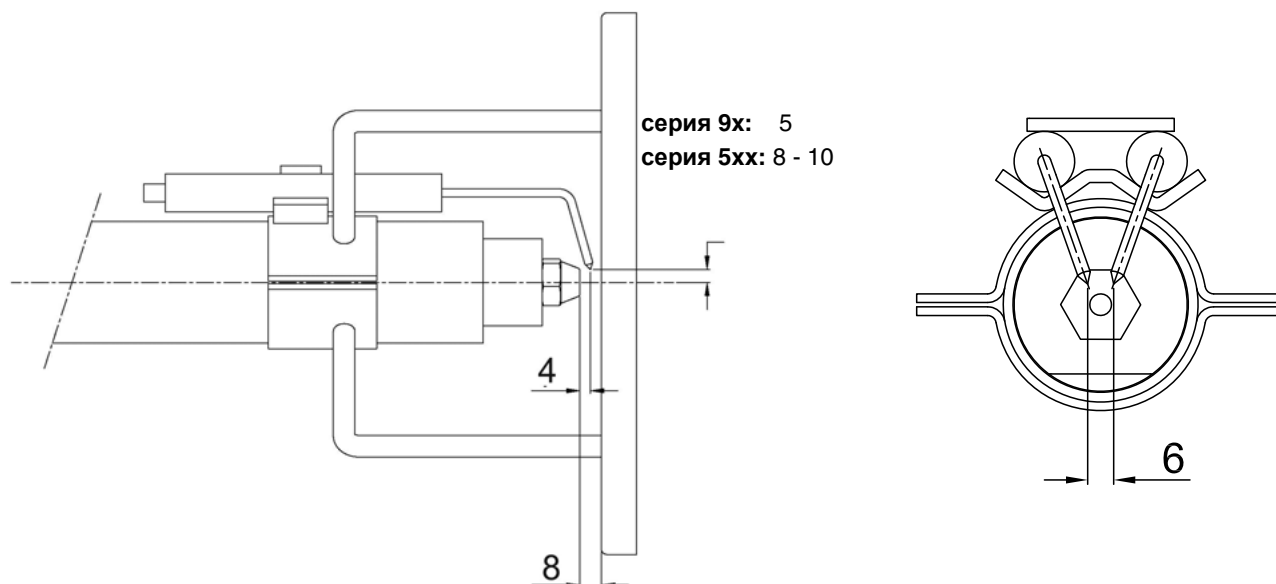

Рис. 29
- Проверить запальные электроды и соответствующие керамические изоляторы, почистить, при необходимости подрегулировать или же заменить их Рис. 29-Рис. 25;
В целях обеспечения хорошего процесса горения, необходимо, чтобы были выдержаны размеры (мм), указанные в Рис. 29. Перед тем, как вновь устанавливать головку сгорания на место, необходимо убедиться в том, что стопорный винт группы электродов хорошо затянут.
- 5) вынуть электрод и заменить его, выдерживая размеры, указанные на Рис. 29.